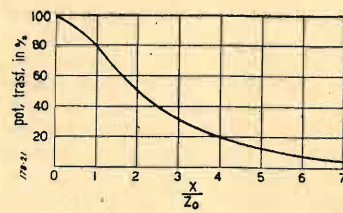

Fig. 8. - Potenza trasferita in funzione del rapporto X/Z_0 .
2) L'impedenza di carico è una resistenza di valore uguale a Z_0 più una componente reattiva X_0 . La potenza assorbita dal carico è riportata in fig. 8 per vari rapporti X_0/Z_0 .